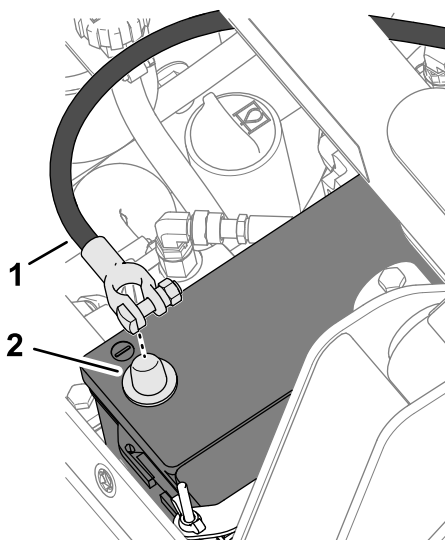

Figure 33
1. Installez le câble négatif sur la borne de la batterie (Figure 33) et serrez le boulon en T et l'écrou.